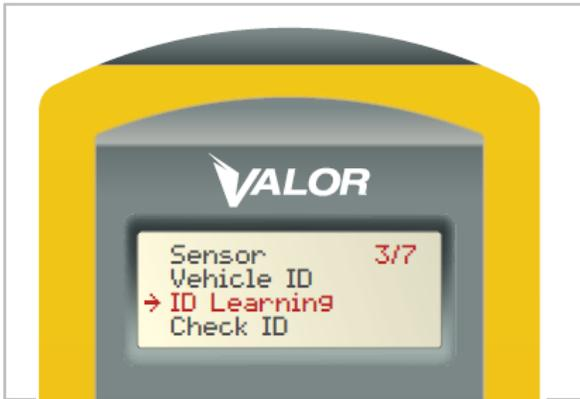

Figura 6
1. En el menú principal seleccione "ID Learning" (elemento 3/7). (Figura 6)